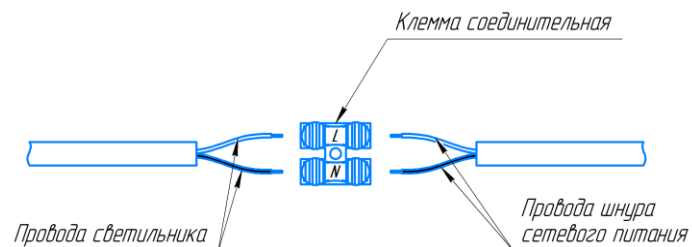

Рисунок 1
8.4 В случае подключения светильника при помощи шнура с вилкой: вставить внешние провода светильника и шнура сетевого в отверстия клеммы соединительной до упора, нажав при этом на язычки толкателей. Коричневый провод вставляется в гнездо, отмеченное буквой L, синий провод – в гнездо, отмеченное буквой N, рисунок 1.